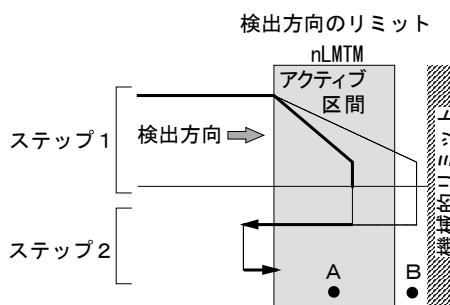

図 2.5-16 自動原点出し 例2の動作
- 自動原点出しを開始する位置が、検出方向に向かって、リミット信号アクティブ区間を越えた先(図2.5-16のBの位置)にはないこと。